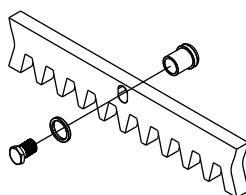

Abb. 8
6.2. An jedes Zahnstangenteil die Befestigungsklinken mit den entsprechenden Befestigungsschrauben im oberen Bereich der Öse befestigen (Abb.8);